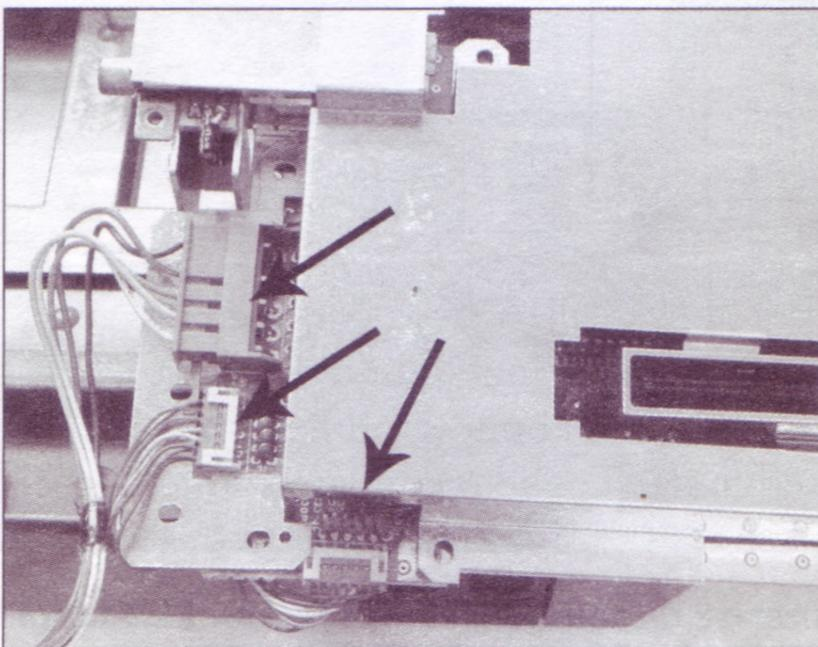

Figura 6.19 Rimozione dei tre connettori.
3. A questo punto è necessario rimuovere tre connettori dalla scheda dei circuiti principale, come indicato nella Figura 6.19. Quando rimuovete i tre connettori, tirateli afferrandoli dai cappucci di plastica e *non* dai fili, per non rischiare di estrarre anche questi ultimi dal connettore. La rimozione dei connettori consentirà un accesso migliore alla scheda dei circuiti senza doverla tenere in bilico sul bordo del guscio superiore della console.